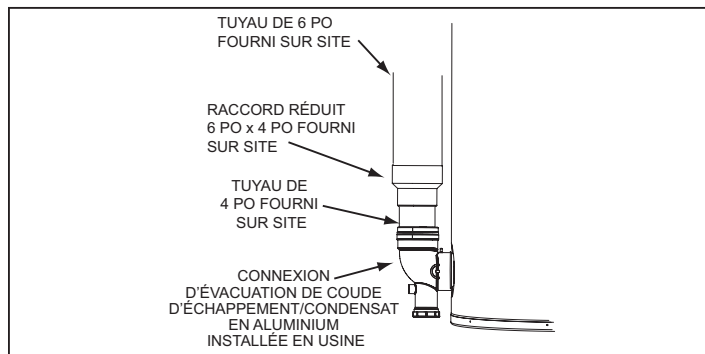

Figure 15. Raccordement d'évacuation des gaz de combustion
11. Pour installer un tuyau d'évacuation de 6 po, réduire à du tuyau de 4 po comme illustré à la *Figure 15*. Le tuyau de 4 po installé sur place entre le coude d'évacuation et le raccord de réduction de 6 po x 4 po doit être de 45 cm (18 po) de long au maximum.
11. Pour installer un tuyau d'évacuation de 6 po, réduire à du tuyau de 4 po au niveau du coude d'évacuation sur le chauffe-eau comme illustré à la *Figure 15* (page 23). Le tuyau de 4 po installé sur place entre le coude d'évacuation et le raccord de réduction de 6 po x 4 po doit être de 45 cm (18 po) de long au maximum.